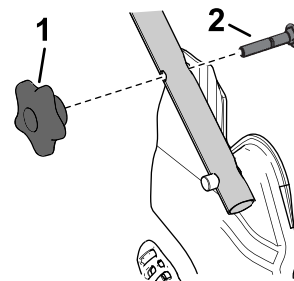

Рисунок 23
1. Снимите и сохраните две ручки и два каретных болта с кронштейнов рукоятки (Рисунок 23).